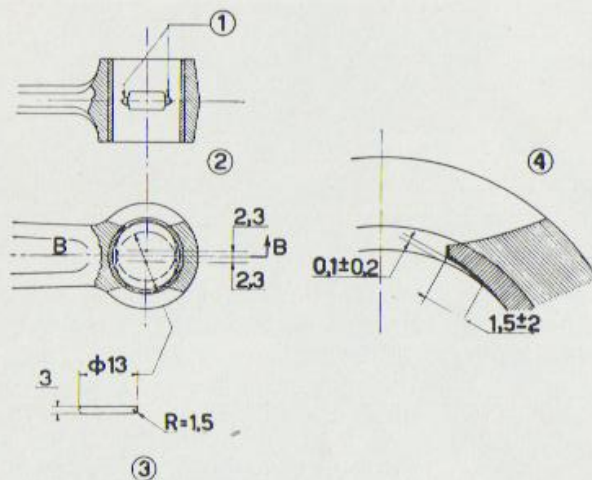

Fig. 70. - 1) Chanfreins ;
- c) Usiner les fentes de graissage et arrêter la bague sur le corps de bielle (voir fig. 70).
- j) Enlever les bavures et pour faciliter le graissage de l'ensemble, chanfreiner la bague de pied de bielle aux emplacements indiqués en 1 sur la figure 70.